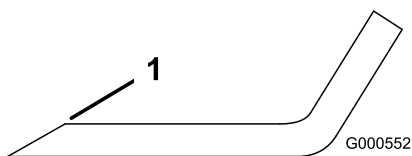
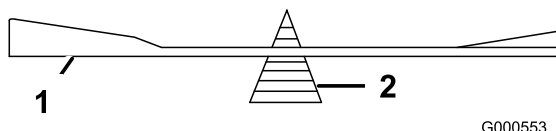

Figure 41
Figure 42
1. Au moyen d'une lime, aiguissez les tranchants aux deux extrémités de la lame (Figure 41) en veillant à conserver l'angle de coupe d'origine. Limez la même quantité de métal sur chacun des deux tranchants pour ne pas déséquilibrer la lame.
2. Vérifiez l'équilibre de la lame en la plaçant sur un équilibreur (Figure 42). Si la lame reste horizontale, elle est équilibrée et peut être utilisée. Si la lame est déséquilibrée, limez un peu l'extrémité de la partie incurvée seulement (Figure 41). Répétez la procédure jusqu'à ce que la lame soit équilibrée.